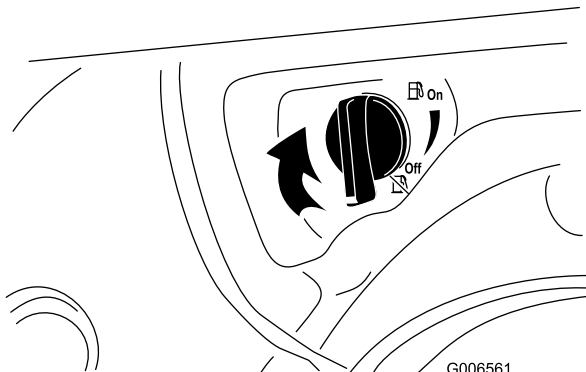

Bild 25
4. Schließen Sie den Kraftstoffhahn durch Drehen nach rechts (Bild 25).